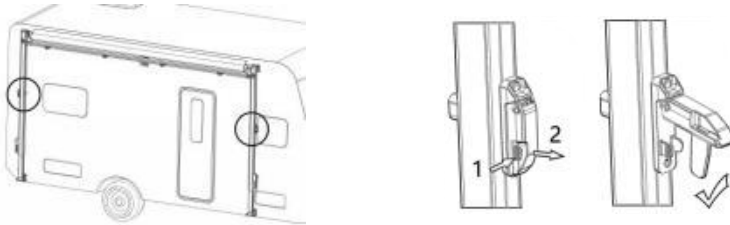

Figure D1
1. Die Sicherheitsverriegelungen in der Mitte beider Stützstangen lösen (drücken und drehen) und die Spannstangenschrauben lockern. (Abbildung D1)
Drehen Sie die Stützstange nach innen und rasten Sie sie in die untere Montagehalterung ein, um sie in den Körperstützzustand zu versetzen. (Abbildung D1 3)
2.2 Ziehen Sie die Hebesperre an der Unterseite der Stützstangen auf beiden Seiten heraus und drücken Sie den Verriegelungskopf nach unten, um die Stützstange einzufahren. (Abbildung D1 4)
(Abbildung D1 5)
(Abbildung D1 6)